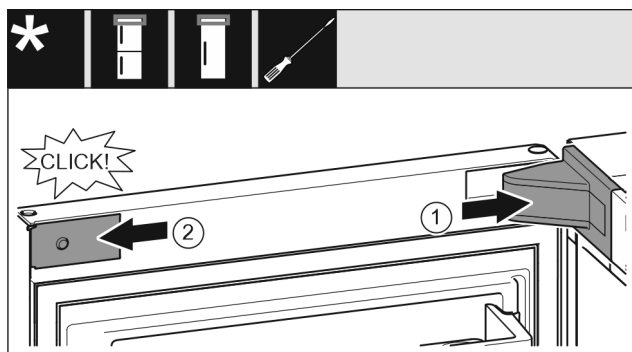

Fig. 27
- ▶ Namestite pokrov ležajnega podstavka Fig. 27 (1) in ga zaskočite, po potrebi ga previdno potisnite narazen.
- ▶ Namestite zaslonko Fig. 27 (2) in jo zatakните.